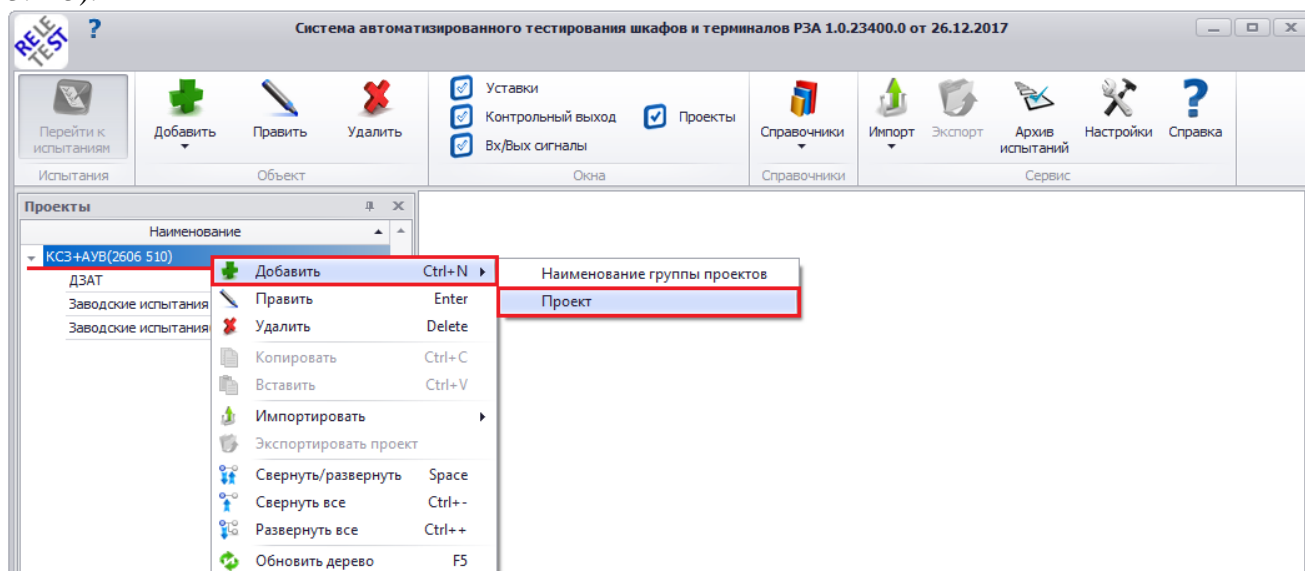

Рисунок 3.125
- в мобильном окне «Проекты» навести курсор мыши на наименование группы проектов или проект (если он уже имеется), нажать правую клавишу мыши (выделять запись левой клавишей мыши не обязательно, так как контекстное меню работает по позиции указателя мыши), и выбрать из появившегося контекстного меню пункт «Добавить → Проект» (Рисунок 3.125).